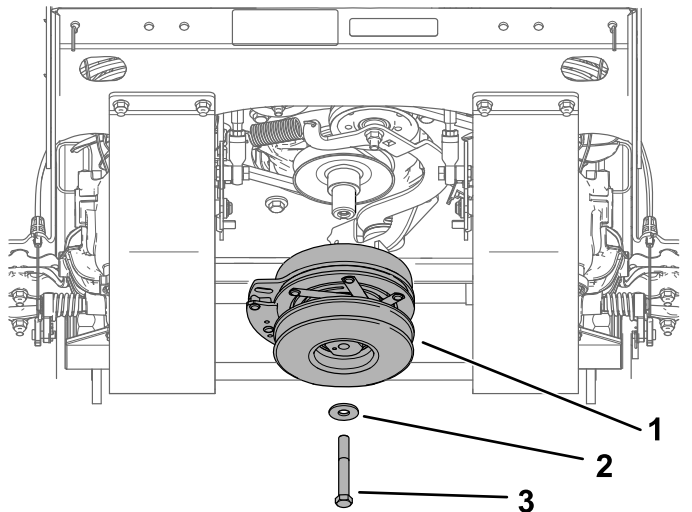

Figure 56
4. Déposez la poulie d'embrayage (Figure 56).
12. Reposez poulie d'embrayage (Figure 56). Serrez le boulon à un couple de 68 à 81 N·m.